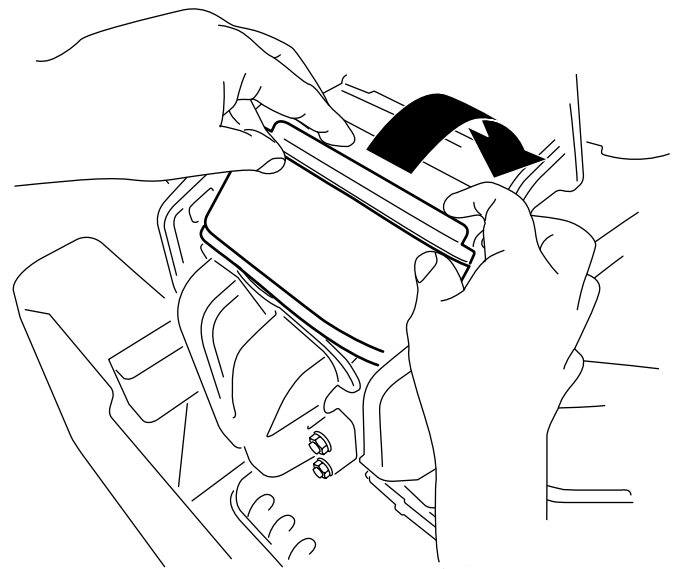

Figura 43
3. Introduzca el filtro en la cámara, girándolo para asentarlos correctamente contra el colector (Figura 43).